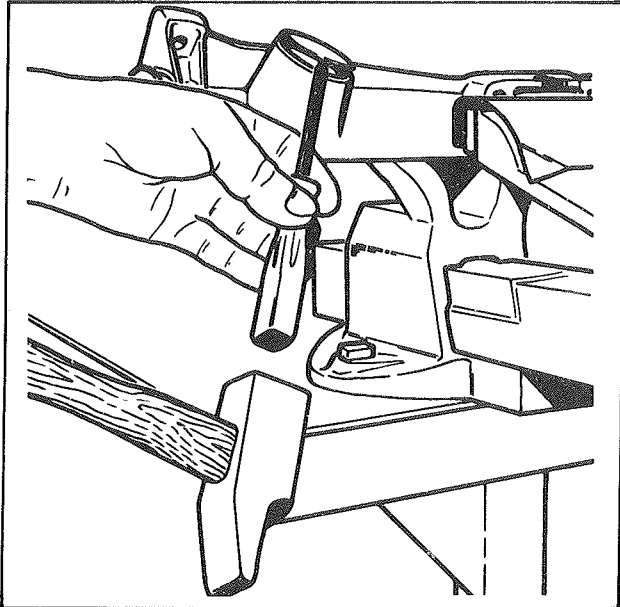

Fig. 5
- Déposer le capuchon de carter (fig. 5)